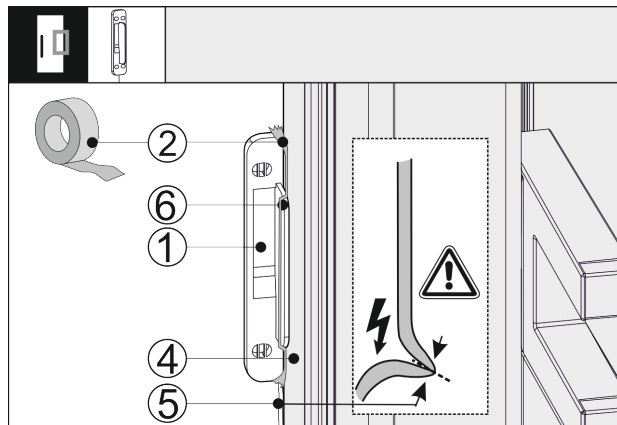

Fig. 42
- ▶ Vendosni sensorin e trokitjes Fig. 42 (1) anash në derën e pajisjes Fig. 42 (4), në mënyrë të tillë që ndaluesi Fig. 42 (6) të mbështetet në derën e pajisjes Fig. 42 (4). Kabllotja e sensorit Fig. 42 (5) është paksa e tendosur dhe mbështetet gjithashtu në derën e pajisjes Fig. 42 (4).
- ▶ Fiksioni sensorin e trokitjes Fig. 42 (1) me shiritin ngjites Fig. 42 (2). Sensori i trokitjes mbërthehet më pas me vida me kanatin e mobiljes.